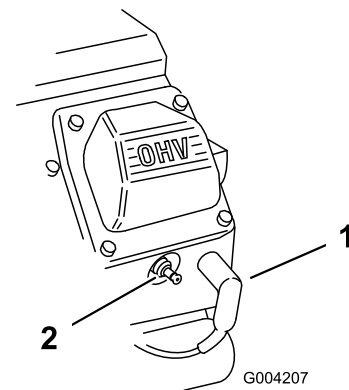

Figure 34
- Débranchez les bougies (Figure 34).
3. Rebranchez les bougies (Figure 34).